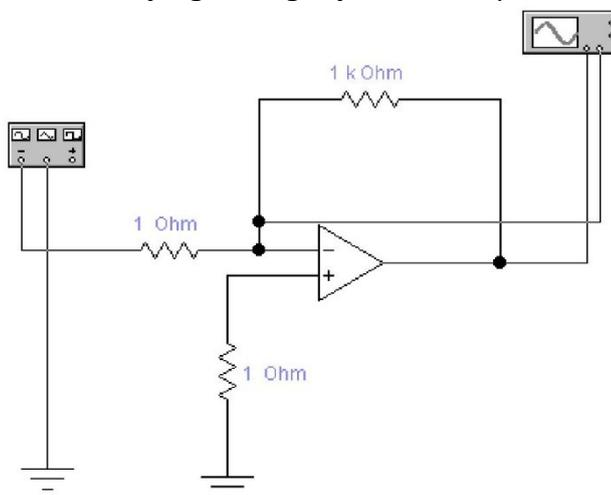

Рис. 17. Схема инвертирующего усилителя.
1. Соберите схему инвертирующего ОУ в соответствии с рис. 17.